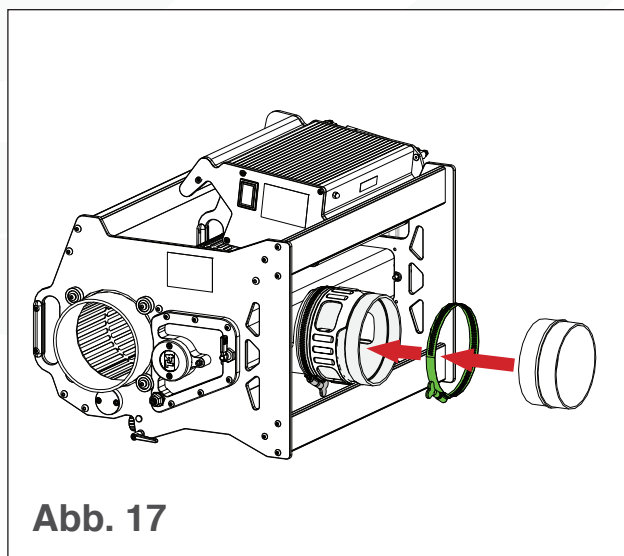

Abb. 17
6. Setzen Sie eine weitere Schlauchklemme über das freie Ende der Kupplung (siehe Abb. 17).
7. Schieben Sie den Kupplungsadapter in die Saugerbefestigungskupplung (siehe Abb. 17).